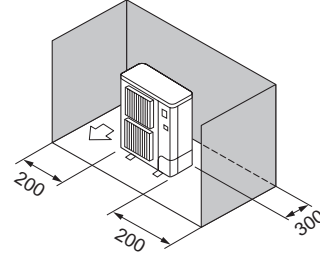

Fig. 2-8
- ③ Hindernisse nur auf der Rückseite und auf beiden Seiten (Fig. 2-8)